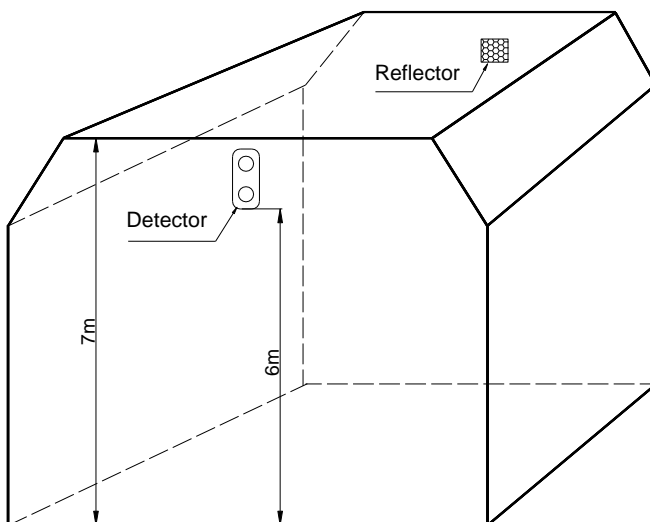

Fig. 5
- b) Quando lo spazio in altezza è tra i 5m e 8m, il rivelatore e piatto riflettente dovrebbero essere almeno da 0.5m o 1m dal colmo del tetto. Vedi Fig. 5.